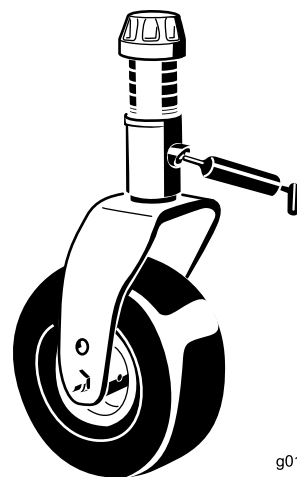

Figure 80
- 2 bagues d'axe de chape de roue pivotante (Figure 80)